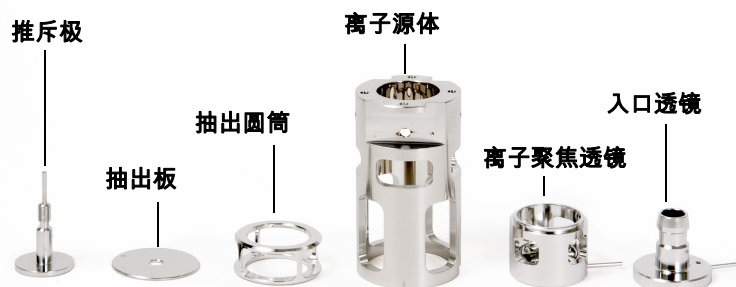

图 24 要清洁的标准 EI 离子源部件
- 3 如果要清洁标准 EI 离子源, 请收集以下要清洁的部件: (图 24)